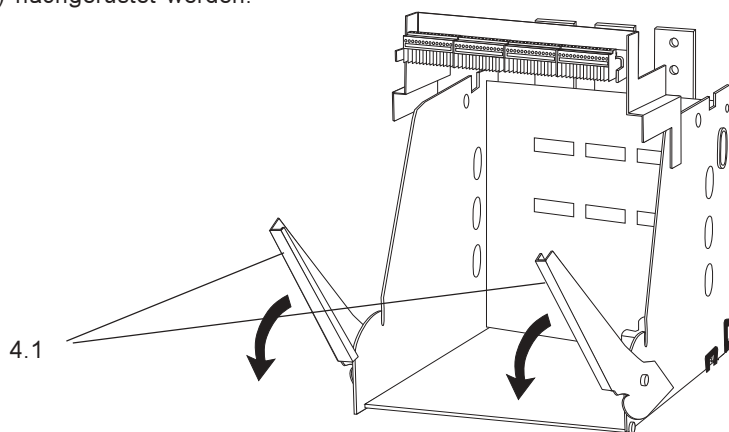

Fig. 13
- Klappschienen 4.1 herunterklappen (Fig. 13)
- Fold down the extension rails 4.1 (Fig. 13)